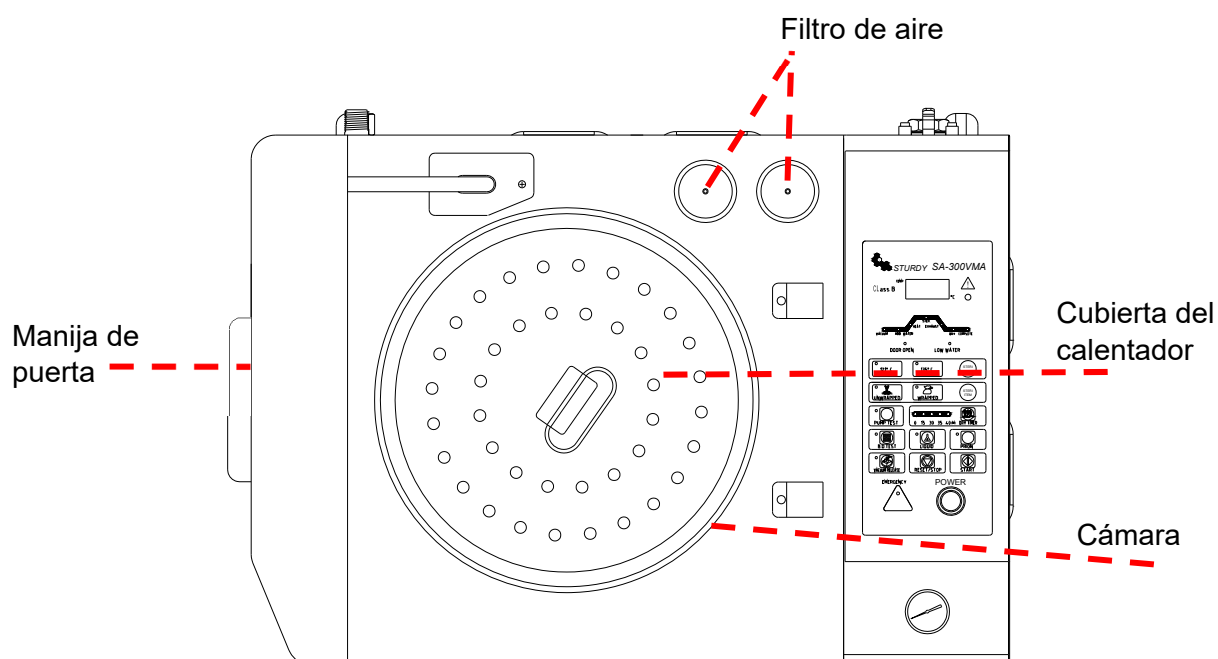

Figura 4
C. Instale la cubierta del calentador como indica la Figura 4.